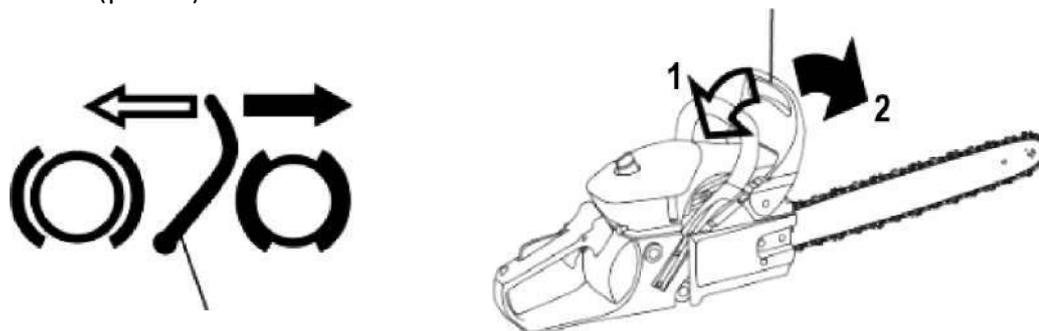

Рисунок 2
3. Потяните защитный кожух к передней рукоятке, чтобы убедиться, что цепной тормоз не включен (рис.2).
Перед запуском пилы всегда проверяйте, чтобы рычажок цепного тормоза был зафиксирован в рабочем положении (рис.2).